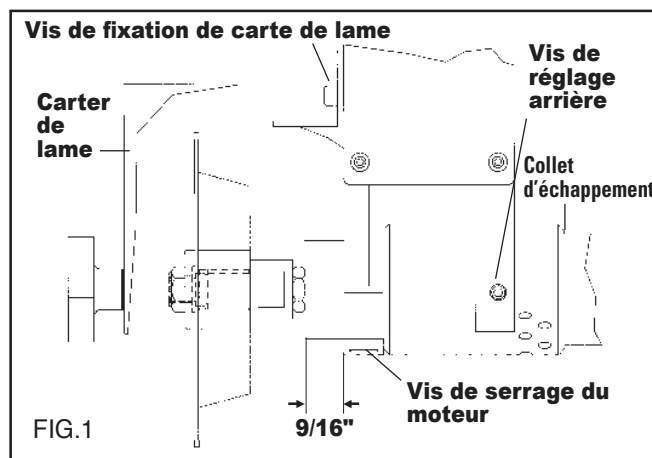

FIG.1
B. Installation des fraises d'angle (Fig. 1) en option
- Vérifier que le moteur est bien serré en serrant les vis de serrage (2) sur la partie inférieure de l'appareil. (Fig. 1)
2. Faire tourner le collet d'échappement jusqu'à ce que les orifices soient orientés vers le bas. Placer les vis de réglage arrière (2) de telle sorte qu'ils touchent légèrement le collet d'échappement. Serrer les vis de réglage arrière endommagera le moteur et pliera le support de moteur.
3. Déposer le carter de lame en desserrant les 2 vis en haut du carter (Fig. 1).